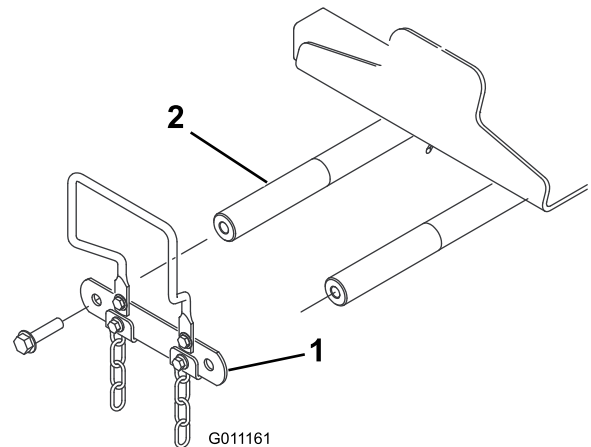

Figure 13
1. Retirez les 2 boulons qui fixent la biellette aux axes de pivot du bras de levage, puis retirez la biellette et mettez-la de côté avec les boulons (Figure 13).